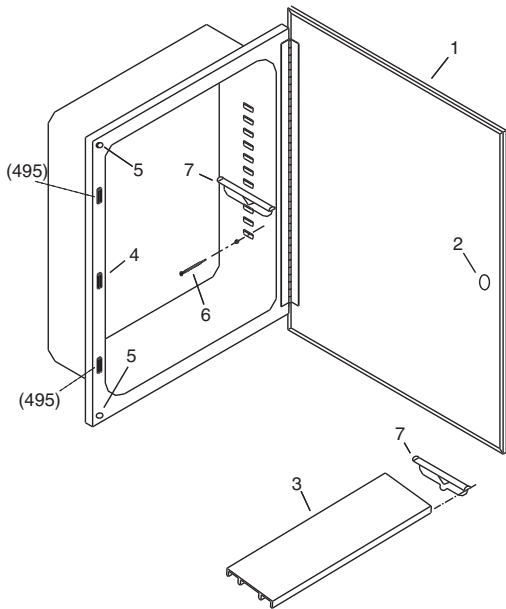

Fig. 1
2. Determine desired location of cabinet on wall. Mark wall to show wall opening size (see dimension chart). Generally, the recommended height to the center of the cabinet is 64" from the floor. (Fig. 1).
2. Determine la localizacion deseada del gabinete en la pared. Marque la pared para demostrar tamaño de la abertura de la pared (vease la carta de las dimensiones). Generalmente, la altura recomendada al centro del gabinete es el 163cm del piso. Fig. 1